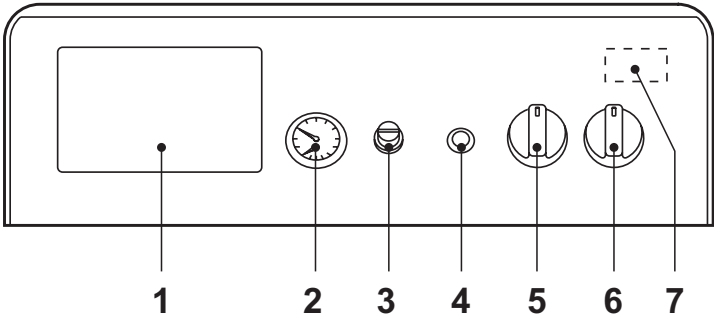
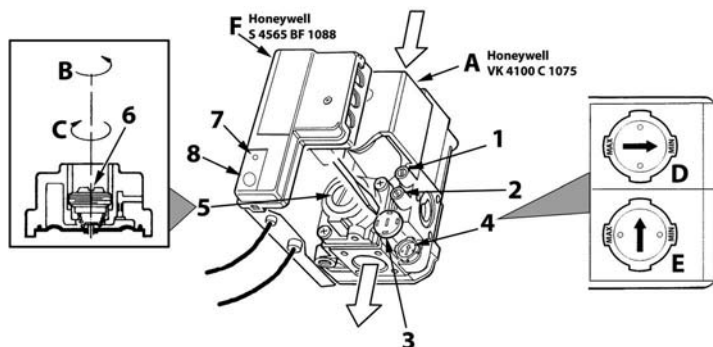

рис. 1 - Панель управления
рис. 4 - Регулирование давления
- Установите главный выключатель "6" в положение 1 (рис. 1).
- Если котел оборудован электронным термостатическим блоком управления, установленным в положении 1 на рис. 1, пользователь должен также соблюдать инструкции, предоставляемые изготовителем данного блока.
Повернув ручку 5 на рис. 1 по часовой стрелке, температура воды в системе отопления повышается и наоборот. Температуру воды в системе отопления можно регулировать в пределах от 30° до 90°. Однако не рекомендуется эксплуатировать котел при температуре ниже 45°.
Задайте с помощью термостата температуры воздуха в помещении нужную температуру внутри помещения. По команде от комнатного термостата котел нагревает воду в системе отопления до температуры, заданной с помощью термостата регулировки котла 5 де рис. 1. При достижении в помещении желаемой температуры котел выключается.
При заполнении холодной системы отопления, давление воды, контролируемое по показаниям установленного на котле водомера поз. 2 на рис. 1, должно составлять примерно 1,0 бар. Если во время работы давление воды в системе упало (из-за испарения растворенных в воде газов) до величины ниже вышеуказанного минимума, пользователь должен открыть кран подачи воды и довести давление до первоначального значения. По окончании операции всегда закрывайте кран подачи воды.
Подключите манометр к штуцеру отбора давления 2 (рис. 4), расположенному после газового клапана, затем переведите ручку термостата котла (поз. 5 - рис. 1) на максимум.
Сняв защитную пробку 5 (рис. 4), регулируйте давление газа с помощью винта 6 на желаемое значение (см. таблицу технических данных и диаграммы изменения мощности, приведенных в сар. 5).
2. Снимите с газового вентиля маленький защитный колпачок 3 (рис. 4). С помощью маленькой отвертки регулируйте "СТУПЕНЬ" розжига на основании выбранного для работы газа (G20-G25 положение D рис. 4 или G30-G31 положение E рис. 4); установите защитный колпачок на место.